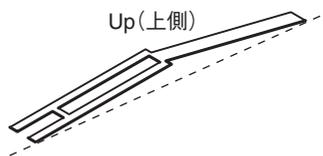

Fig. 24-1 (図24-1)
* **Be careful of the direction of the spring. It should be installed with its projecting end facing upward.** (Fig. 24-1)
※ スプリングの向きに注意してください。スプリングは、図 24-1 のように上側が凸になるように取り付けます。